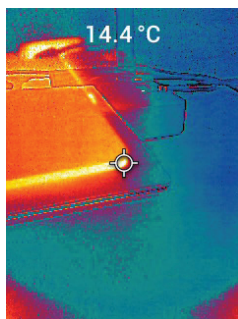

Figure 5.1 Image thermique et visible combinée (MSX®)
6. La valeur de température affichée représente la mesure du point cible. Voir **Figure 5.1**.